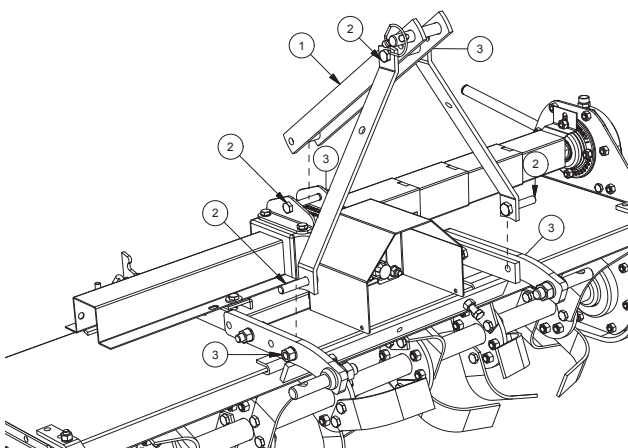

FIG. 6
- Montar el tercer punto (1, Fig. 6), introducirlo internamente entre los soportes sobre la estructura; atornillar los tornillos (2) a las tuercas (3) al par de apriete prevista (ver tabla "Par de cierre de los pernos (Nm)" en la página 104)